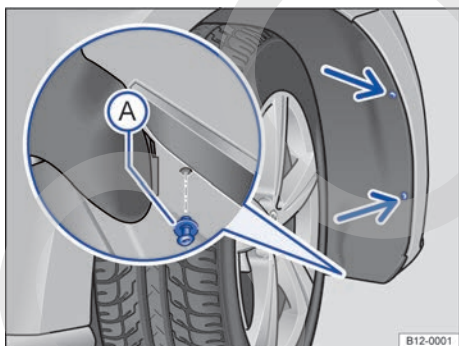

Fig. 117 En el pasarrueda delantero derecho: retirar los tornillos de fijación (flechas) y desmontar el remache de expansión (A).
2. Retirar los tornillos de fijación del guardabarros → fig. 117 (flechas) con la ayuda de un destornillador.
3. Desmontar el remache de expansión delantero inferior del guardabarros → fig. 117 (A) y retirarlo totalmente.
14. Volver a colocar el remache de expansión en el guardabarros y en la aleta y presionar hacia adentro → fig. 117 (A).
15. Volver a colocar los tornillos de fijación → fig. 117 (flechas) y ajustarlos.